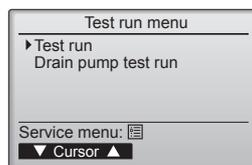

Fig. 6-4
④ С помощью кнопки [F1] или [F2] выберите пункт "Test run" (Тестовый прогон) и нажмите кнопку [✓]. (Fig. 6-4)